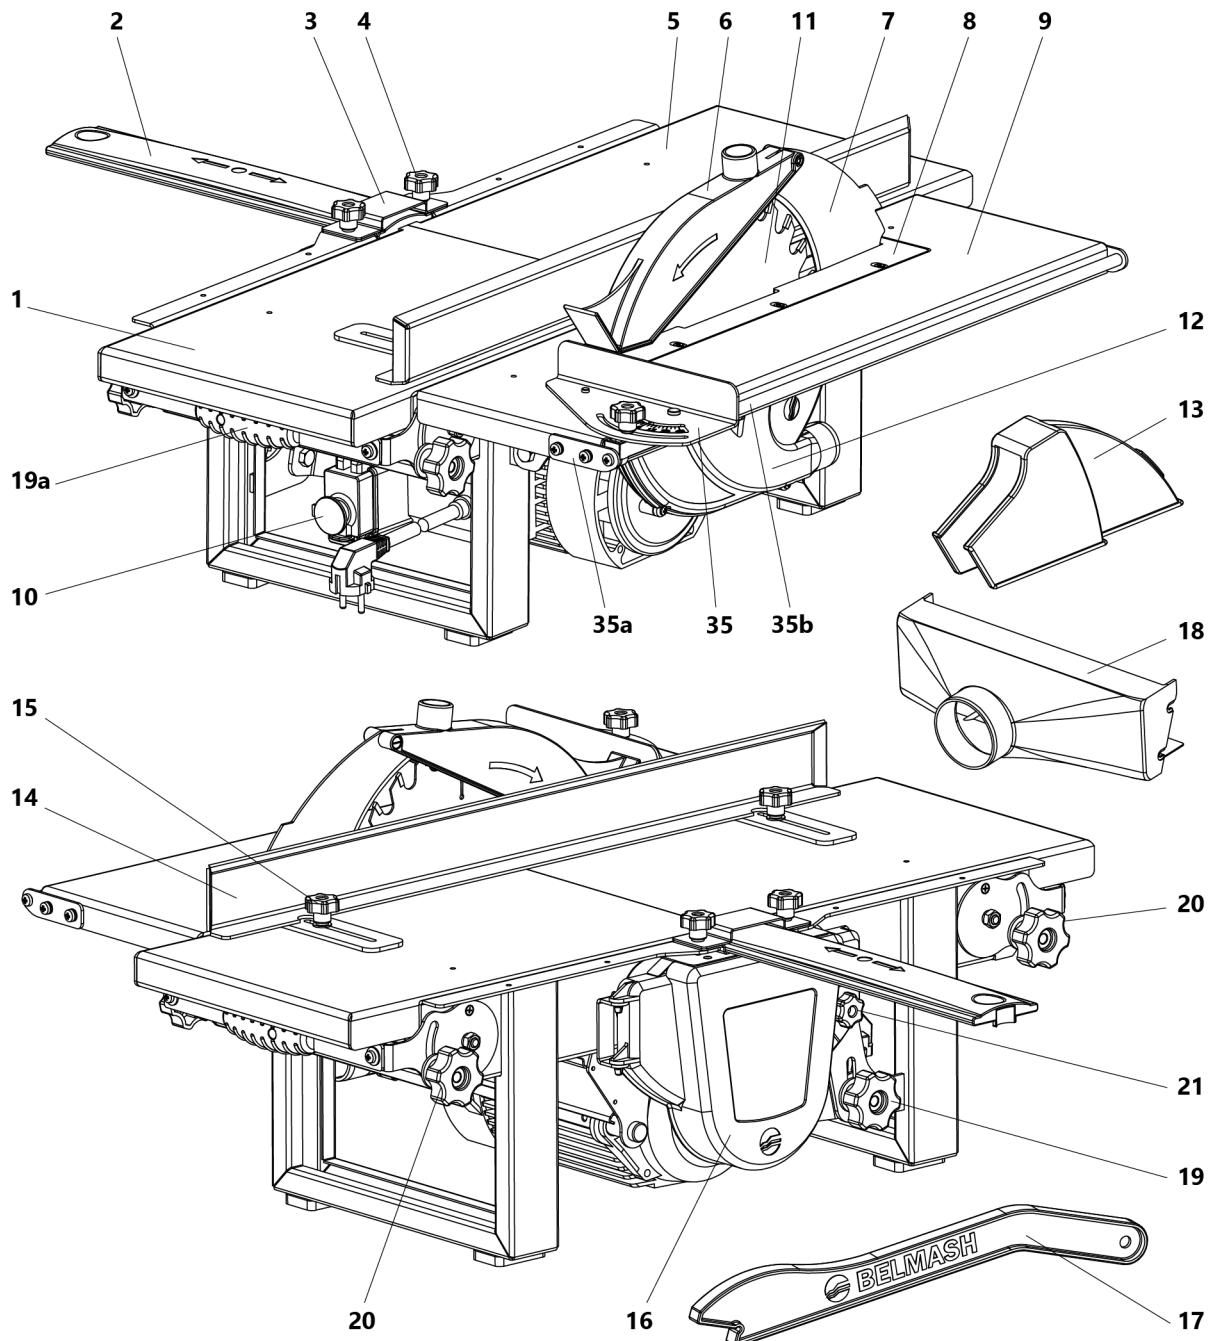

Рисунок 1. Общий вид станка
- пользуйтесь ограждением ножевого вала и кожухом 13 (рис.1) при выполнении операции строгания;
Выключатель 10 (рис. 1) станка имеет специальную защиту от непроизвольного включения.
- снять ограждение ножевого вала 2, планку 3 и винты-барашки 4 (рис.1);
- установить на пильный стол 9 планки 35b и зафиксировать винтами (рис. 1);
Приспособление 35 (рис. 1) имеет возможность поворота относительно пильного диска на оси, устанавливается и фиксируется как перпендикулярно резу пильного диска, так и под углом от -45° до $+45^{\circ}$. Установите необходимый угол распиловки, поворачивая приспособление 35 и фиксируя его винтом-барашком. Прижимая заготовку к приспособлению, перемещайте его по пильному столу 9 в сторону пильного диска равномерно и без рывков.